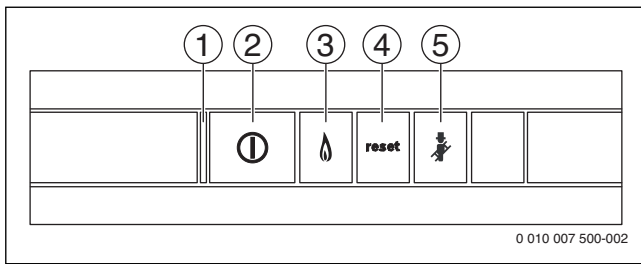

Bild 8 Bedientasten
- ▶ Gerät am Ein/Aus-Schalter (→ Bild 8) einschalten.